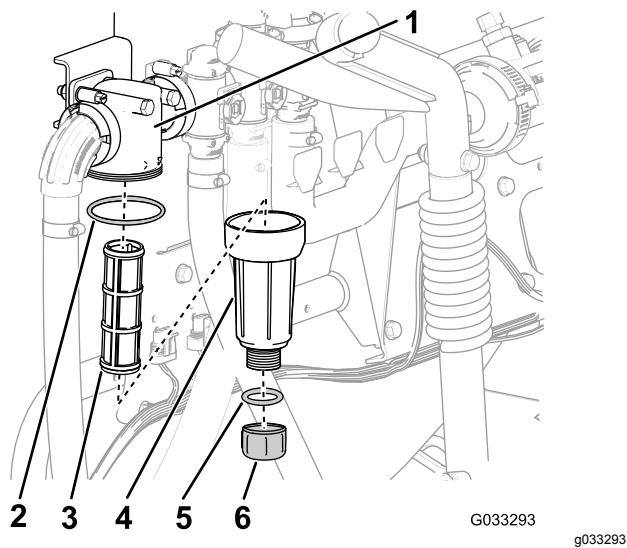

Bild 60
2. Stellen Sie eine Auffangwanne unter den Druckfilter (Bild 60).
- Drehen Sie die Ablassschraube nach links und nehmen sie von der Glocke des Druckfilters ab (Bild 60).
- Drehen Sie die Glocke nach links und nehmen sie vom Filterkopf ab (Bild 60).
- Entfernen Sie den alten Druckfiltereinsatz (Bild 60).
- Überprüfen Sie den O-Ring für die Ablassschraube (in der Glocke) und den O-Ring für die Glocke (im Filterkopf) auf Beschädigungen und Abnutzung (Bild 60).
- Setzen Sie den neuen Druckfiltereinsatz in den Filterkopf ein (Bild 60).
- Befestigen Sie die Glocke am Filterkopf und ziehen sie mit der Hand an (Bild 60).
- Setzen Sie die Schraube in die Schale ein und ziehen sie mit der Hand fest (Bild 60).